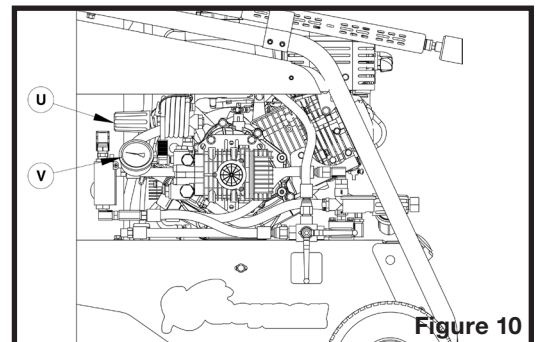

Figure 10
9. La pression peut être ajustée par le régulateur haute pression (U sur la figure 10) jusqu'à 3500 lb/po². La pression est lisible sur le manomètre (V sur la figure 10).